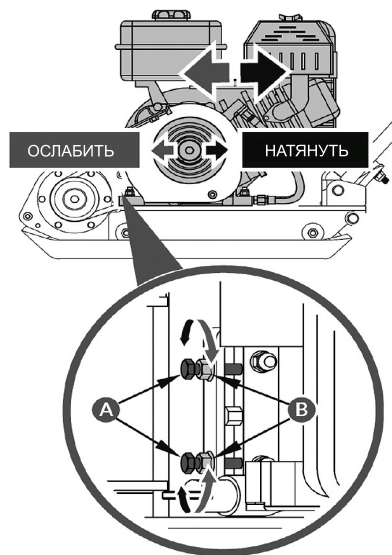

Рис. 28
- Для ослабления ремней ослабьте затяжку контргаяк В, открутите болты А натяжного устройства и сдвиньте двигатель к виброблоку (Рис. 28).